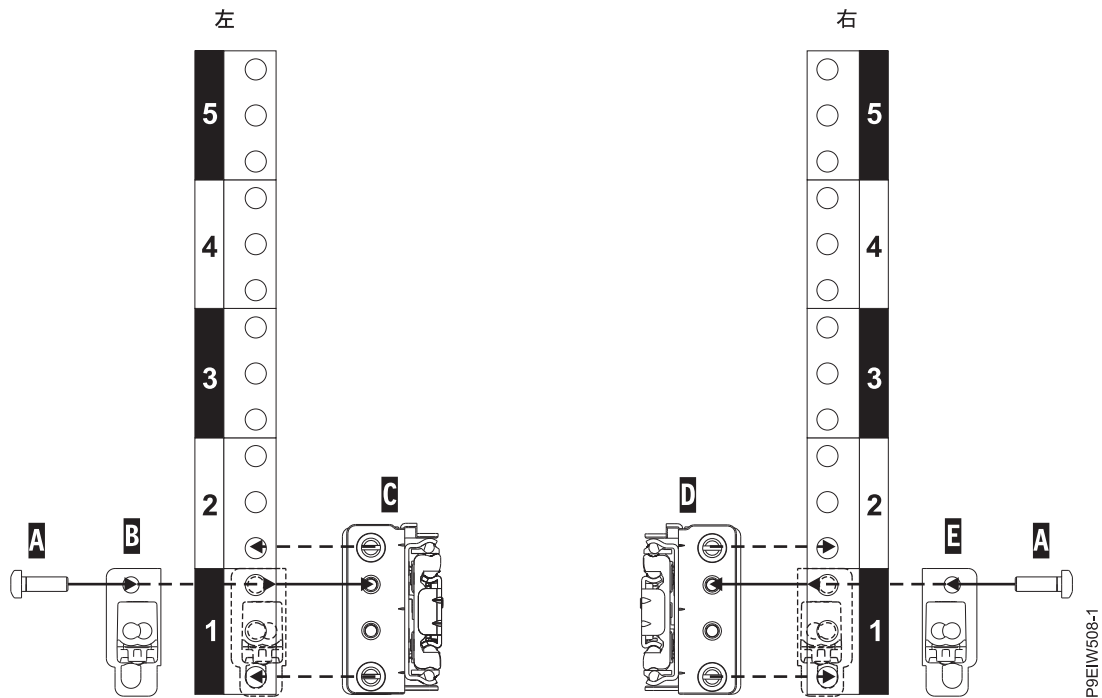

図 3. ラックの前面でのスライド・レールの取り付け
2. ラックの前面に立ち、5 ページの図 3 に示すように、左スライド・レール (**C**) を、左側の前面と背面のラック EIA 取り付け標準の間に置きます。
5. 図 3 に示すように、スラム・ラッチ・ブラケット (B) を、スライド・レールの前面 EIA スペースを覆うように置きます。
6. T25 六角形工具を使用して、1 本の M5 X 16 mm Torx ソケット皿ねじ (A) でスラム・ラッチ・ブラケットを前面レール・フランジに取り付けます。ねじを EIA ラック単位の上段の穴に入れます (図 3 を参照)。
7. 図 3 に示すように、右スライド・レール (D) に対してステップ 1 (4 ページ) からステップ 6 までを繰り返します。右スライド・レールには、内側の前面位置に R の ID が刻印されています。